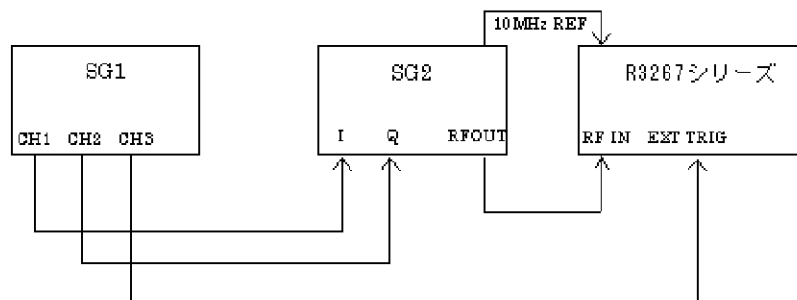

図 6-6 コード・ドメイン・パワー測定接続図
- R3267 シリーズと信号源を図 6-6 のように接続します。